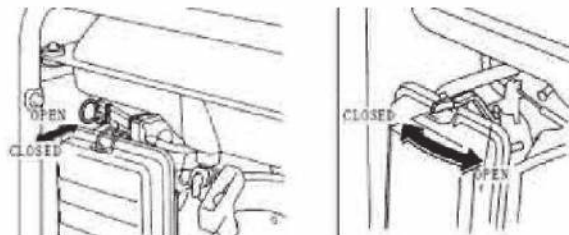

Рис. 4
3. Переведите рычаг заслонки в положение () «Запуск» (только при холодном двигателе) (Рис. 4).